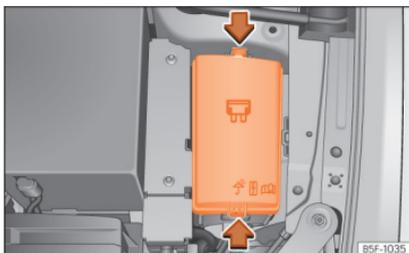

Fig. 51 No compartimento do motor: tampa da caixa de fusíveis.
- Pressione as patilhas de bloqueio para desbloquear a tampa da caixa de fusíveis »» **Fig. 51**.